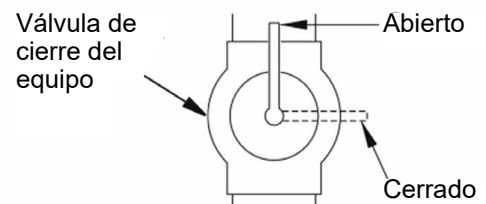

Fig. 16 - Equipment Shutoff Valve
1. Cierre la válvula de cierre del equipo (Ver Fig. 16).
1. Abra la válvula de cierre del equipo (Ver Fig. 16).